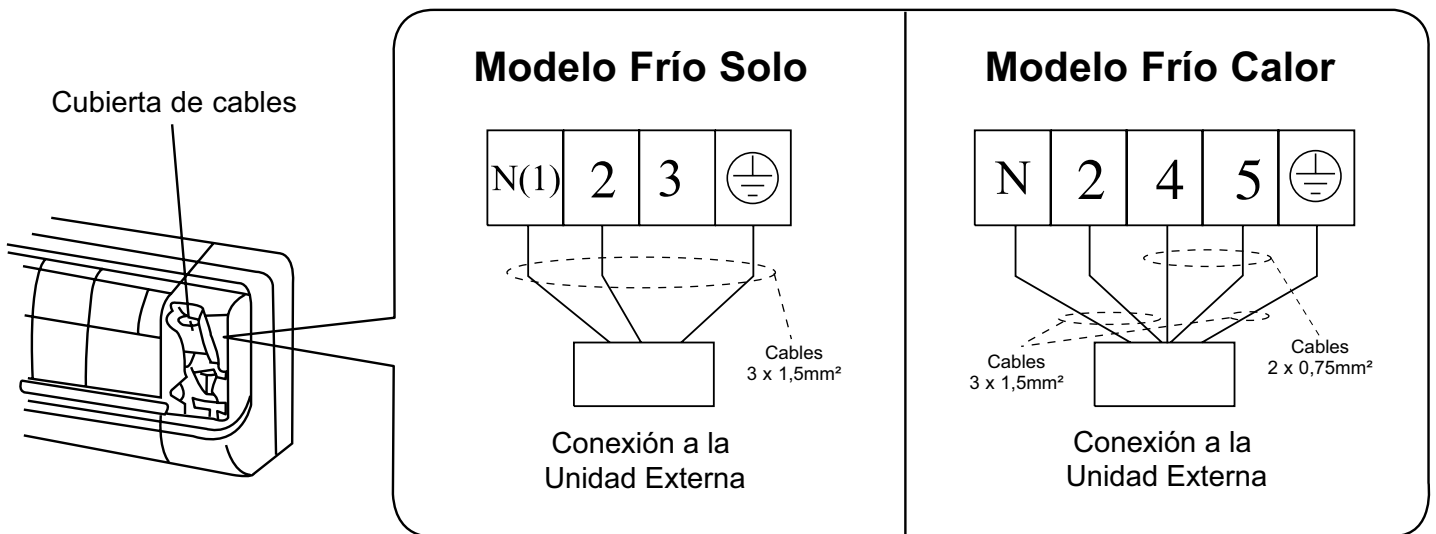

Fig. 4
2. Remueva la cubierta de cables (Fig. 4)
3. Dirija el cable de interconexión desde la parte posterior de la unidad interna y empújelo hacia el frente a través del espacio inferior determinado. Conecte los cables de acuerdo al diagrama (Fig. 4), de la siguiente manera: